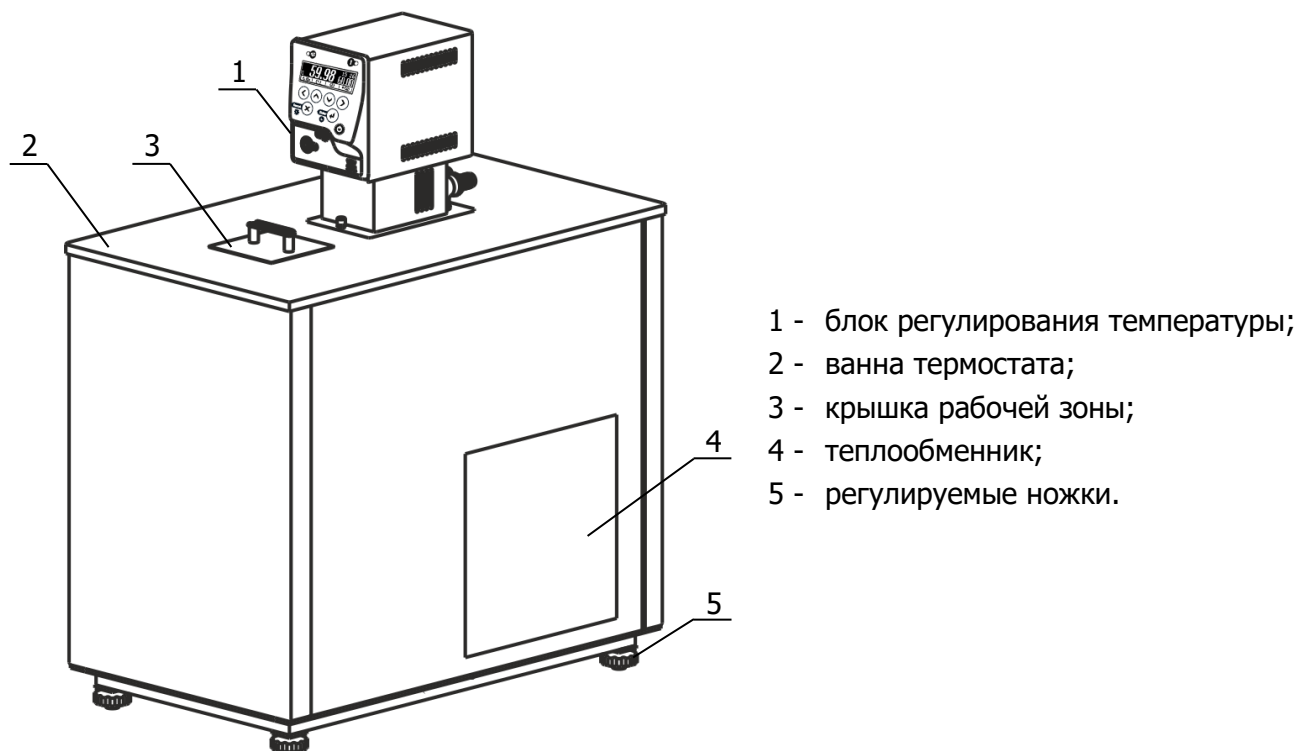

Рисунок 1 — Внешний вид термостата
2.2.2 Установить ванну термостата на горизонтальную поверхность. Добиться горизонтального положения крышки ванны вращением ножек 5 (рисунок 1).
- при помощи пылесоса тщательно очистить от пыли черную оребренную поверхность теплообменника 5 (рисунок 1);